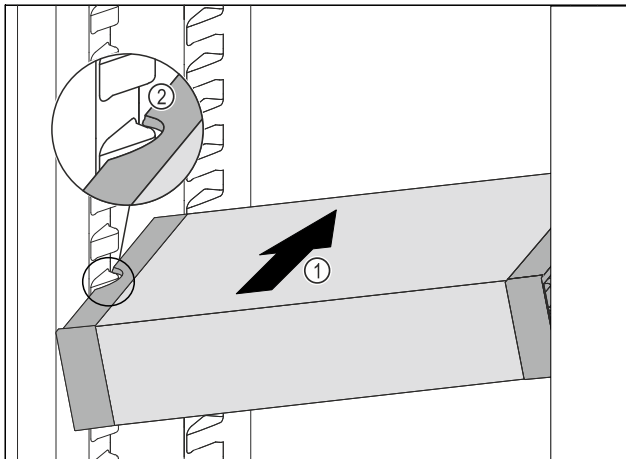

Fig. 112
- ▶ 将 VarioSafe 斜插入冷藏区中 Fig. 112 (1)，直至 VarioSafe 的侧部凹槽 Fig. 112 (2) 与冷藏区中的容器肋梁持平。